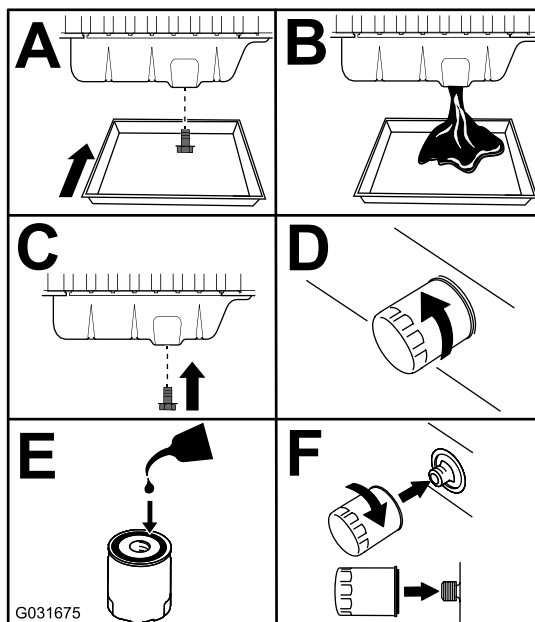

Figura 89
3. Sostituite l'olio motore e il filtro (Figura 89).